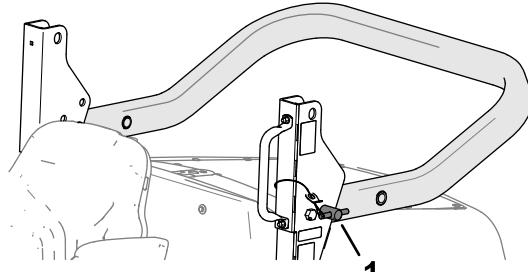

Bild 30
5. Führen Sie die Überrollbügelstifte in die unteren Löcher der Schwenkhalterungen (Bild 30).